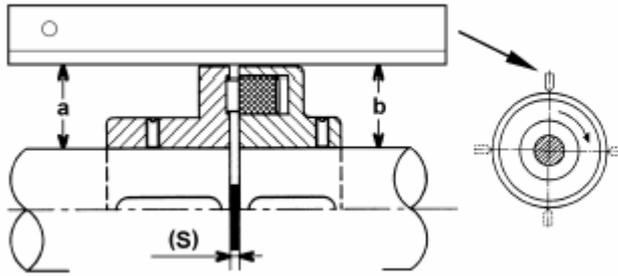

Рис. 5
- ◇ Агрегат правильно выверен, если отклонение между линейкой положенной по оси на обе полумуфты и валом насоса, валом мотора или другой вращающейся вместе с линейкой и удобной для измерения точкой не превышает 0,15 мм, при вращении линейки вместе с полумуфтами. Расстояние между полумуфтами также в любом положении должно быть одинаковым и иметь зазор $S = 3...5\text{мм}$. Проверять величину зазора надо с помощью щупа или шаблона (рис. 5, рис. 6 с разборной муфтой).